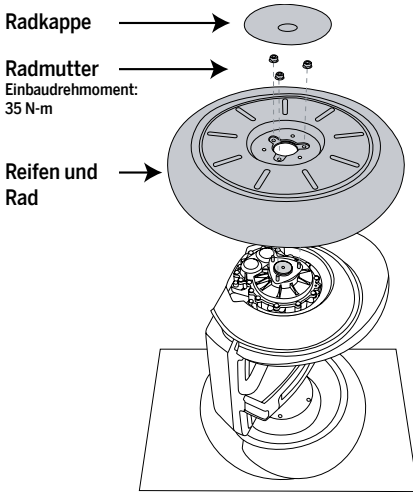
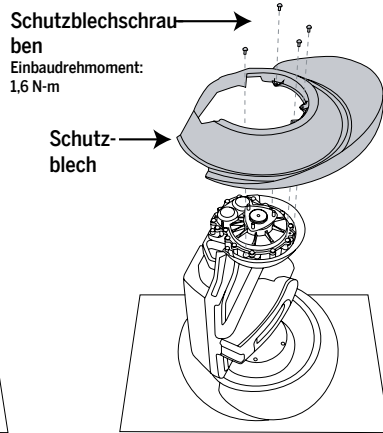

Abbildung 1. Reifen- und Radbaugruppe aus- oder einbauen
Abbildung 2. Schutzblech aus- oder einbauen
2. Kippen Sie den Segway PT auf die Seite. Das Schutzblech, das entfernt werden soll, muss nach oben weisen. Das andere Rad muss auf einer sauberen, glatten Oberfläche ruhen. **Siehe Abbildung 1.**
4. Halten Sie das Rad gut fest, damit es sich nicht dreht, und drehen Sie die (3) Radmuttern mit einem 13-mm-Steckschlüssel heraus. Sie benötigen diese (3) Radmuttern zum Wiedereinbau des Rads.
6. Zum Ausbauen des Schutzblechs benötigen Sie den sechszackigen T20-Drehmomentschlüssel. Entfernen Sie die (4) Schrauben, mit denen das Schutzblech am Getriebegehäuse befestigt ist. Heben Sie das Schutzblech dann nach oben weg. **Siehe Abbildung 2.**
7. Richten Sie das neu einzubauende Schutzblech so aus, dass es mit den Löchern im Getriebegehäuse zur Deckung kommt. **Siehe Abbildung 2.**
8. Drehen Sie die (4) 11 mm langen Schrauben (im Kit enthalten) durch das Schutzblech in das Getriebegehäuse ein. Ziehen Sie die Schrauben mit einem sechszackigen T20-Drehmomentschlüssel auf 1,6 N-m an.
9. Halten Sie die Reifen-/Radbaugruppe über die 3 Gewindebolzen, um das Rad wieder anzubringen. **Siehe Abbildung 1.**
10. Halten Sie das Rad gut fest, damit es sich nicht drehen kann, und drehen Sie die (3) Radmuttern auf. Ziehen Sie die Muttern mit einem 13-mm-Steckschlüssel auf 35 N-m an.